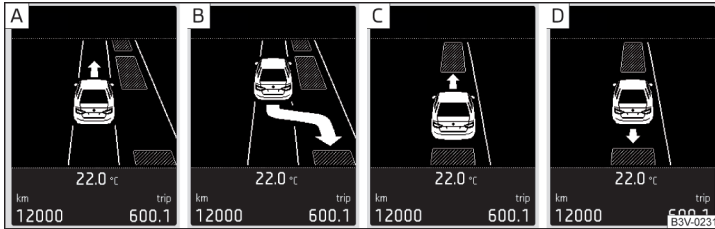
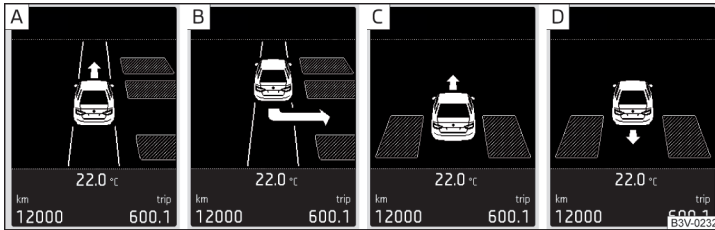

Abb. 271 In eine Längsparklücke einparken: Displayanzeige
Abb. 272 In eine Querparklücke einparken: Displayanzeige
Findet das System eine Parklücke, dann wird im Display der empfohlene Parkmodus angezeigt » Abb. 271 auf Seite 239 - **A** oder » Abb. 272 auf Seite 239 - **A**.
**Displayanzeige** » Abb. 271 oder » Abb. 272
Die gefundene Parklücke wird im Display angezeigt » Abb. 271 - **A** oder » Abb. 272 - **A**.